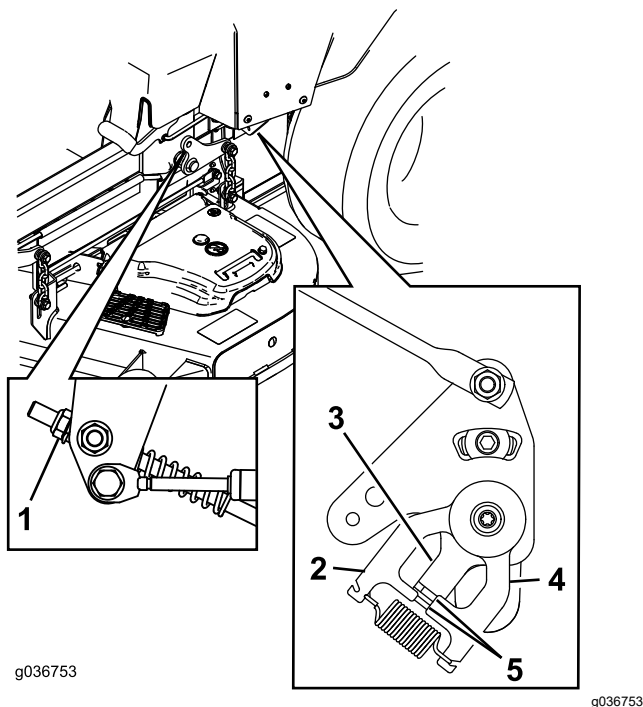

Figura 68
11. Ajuste la longitud de las varillas de control de la bomba girando la tuerca en el sentido apropiado hasta que la ruedas se muevan ligeramente en marcha atrás (Figura 68).